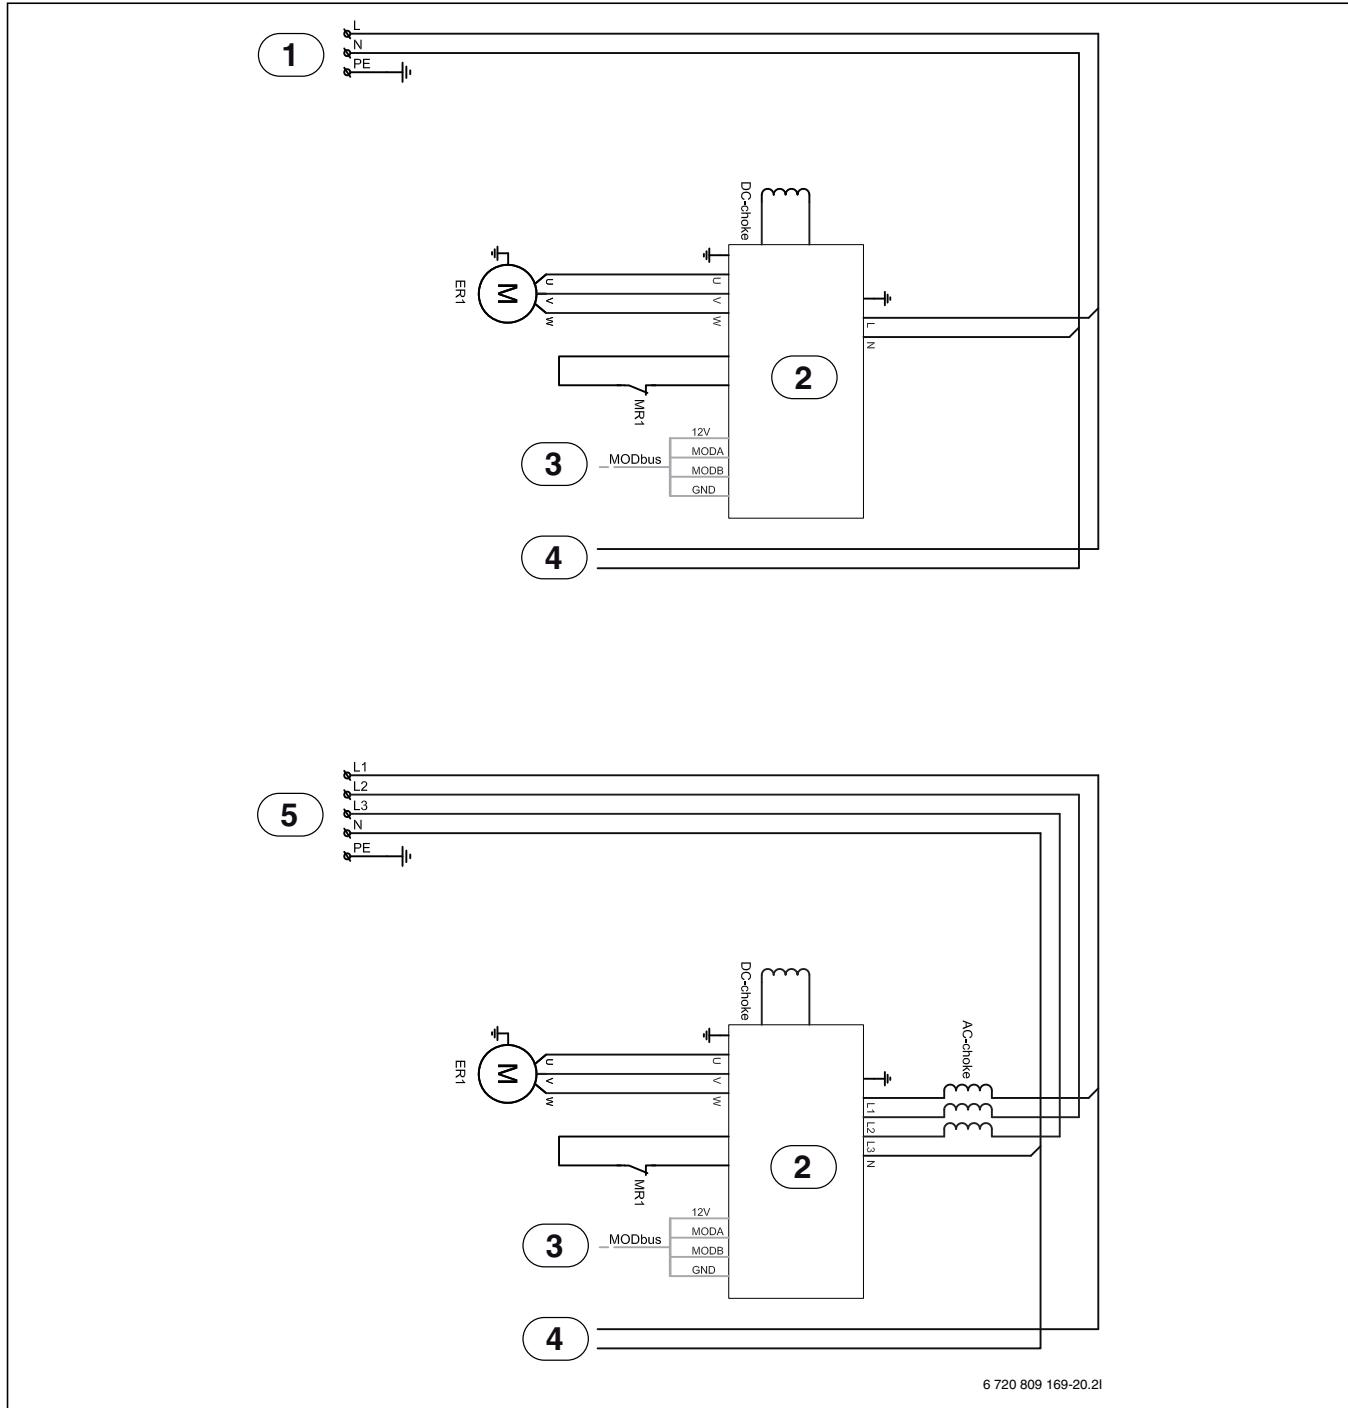

Рис. 85 Питание инвертора
- [1] Рабочее напряжение 230 В~ ([4] Рис. 85)
- [2] MOD-BUS от инвертора ([3] Рис. 85)